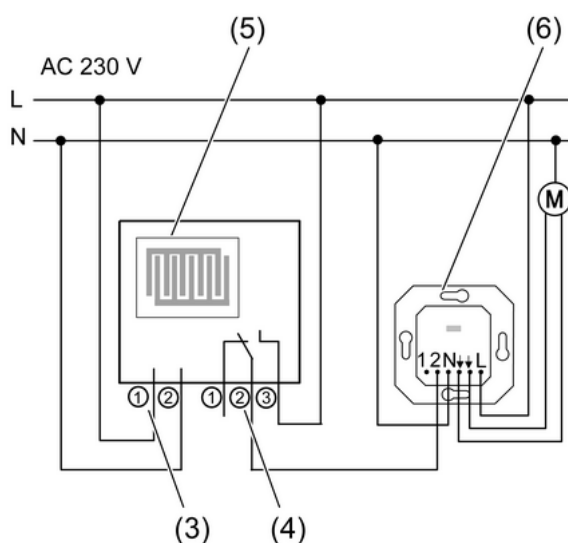

Figure 2: Exemple de raccordement du détecteur de pluie à la commande de store (6)
- Raccorder le câble secteur (3) et la ligne de commande (4) du détecteur de pluie (5) comme indiqué dans l'exemple de raccordement (figure 2). Le conducteur 3 de la ligne de commande doit être raccordé au conducteur extérieur, afin qu'aucune tension ne soit disponible au niveau du conducteur 1 libre.